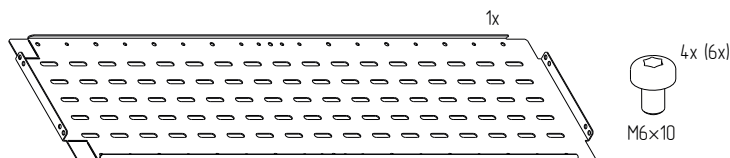

Рисунок 155
4.51.2 Проверить комплектность (рисунок 155).